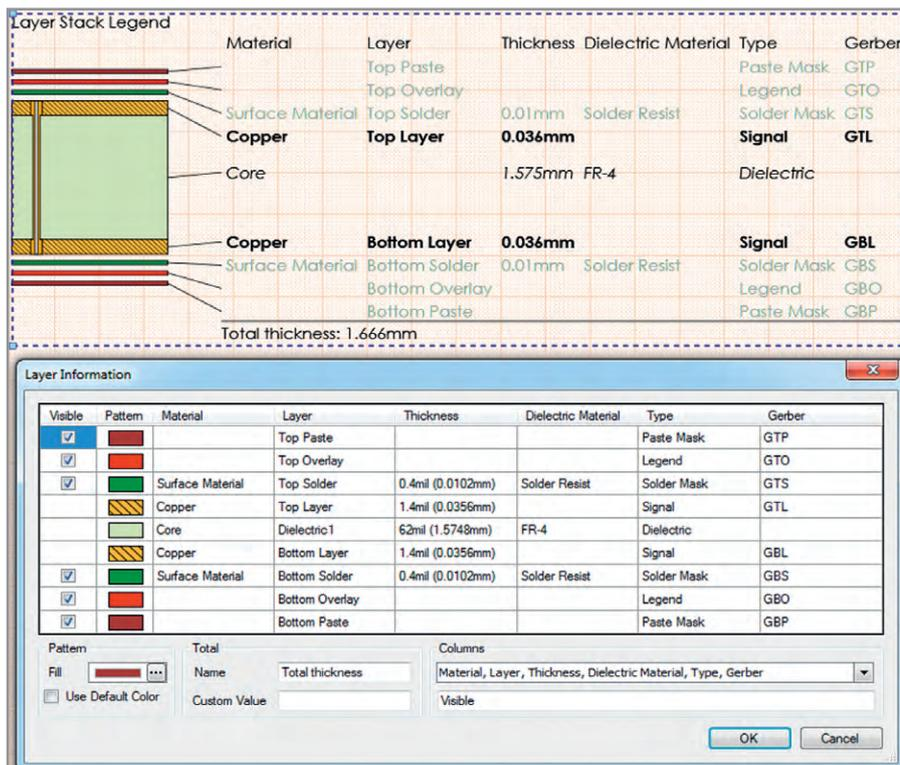

Рис. 6. Вид стека слоёв
4. Вид стека слоёв (Layer Stack Legend) (см. рис. 6). Данный вид показывает в разрезе внутреннюю структуру платы в увеличенном виде и включает в себя подробную информацию для каждого слоя в стеке. По умолчанию в описании слоёв попадают все атрибуты слоёв платы из диа-